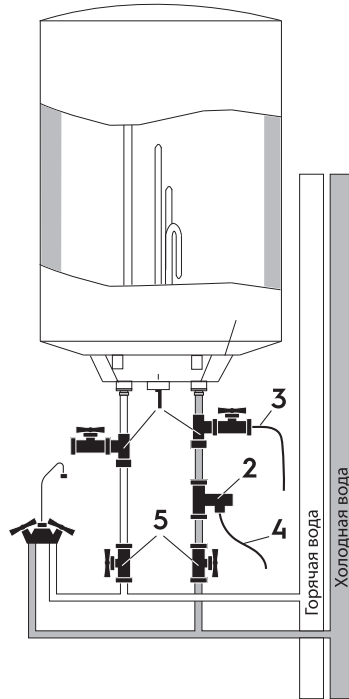

Рис. 4
Для подключения водонагревателя к водопроводу применяются трубы диаметром G1/2. Подключение обратного предохранительного клапана (рис. 4, поз. 2): клапан следует устанавливать в месте входа холодной воды (удостоверьтесь, что гибкая сливная трубка (рис. 4, поз. 4) установлена, на отверстие спуска давления и слива воды и направлена вниз в специальный дренаж для удаления воды). При подключении к системе водоснабжения необходимо предусмотреть и реализовать установку индивидуальных запорных вентилей (рис. 4, поз. 5) на линии подачи холодной воды в водонагреватель и на линии выхода горячей. Индивидуальные запорные вентили по линии горячей и холодной воды, должны быть в закрытом состоянии в период неиспользования водонагревателя, проведении профилактических и технологических работ на линии водоснабжения. Установка и правильное использование запорных вентилей является обязательным условием при предоставлении гарантийного обслуживания, а так же залогом длительной и безаварийной работы водонагревателя. Для упрощения процесса слива воды из водонагревателя рекомендуется на входе и выходе воды из водонагревателя установить тройники (рис. 4, поз. 1).
3. Предохранительный клапан следует устанавливать в месте входа воды (см. рис. 4).